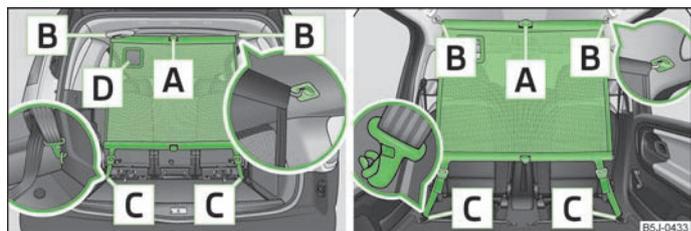

Fig. 46 Utilizzare la rete di separazione dietro i sedili anteriori/posteriori.
- Inserire la barra trasversale nell'alloggiamento  » fig. 46 prima da un lato e poi dall'altro, e spingerla in avanti. Nello stesso modo inserire la barra trasversale sull'altro lato della vettura, nell'alloggiamento .
- Allentare le fasce su entrambi i lati e sganciare i moschettoni  » fig. 46.
- Premere il tasto rosso dello snodo  » fig. 46 - lo snodo sarà rilasciato.
L'apertura **D** » fig. 46 nella rete di separazione serve per il passaggio della cintura di sicurezza a tre punti» pagina 111, *Cintura di sicurezza per il sedile centrale posteriore*.